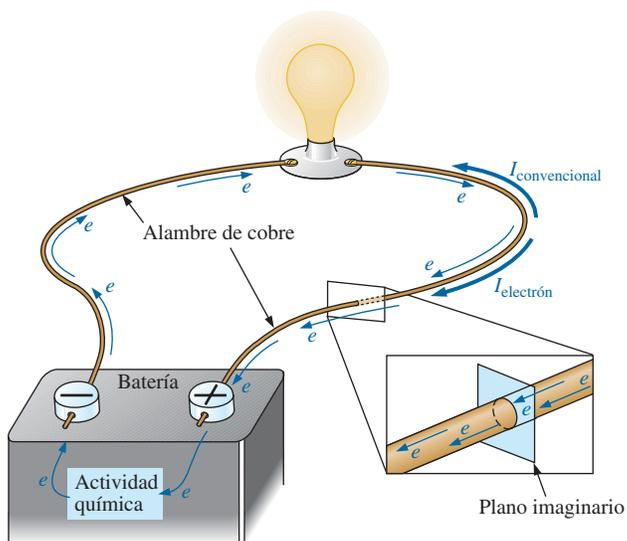

FIG. A2.9
Para llevar el proceso un paso más adelante, considere la configuración en la figura A2.9, donde se utilizó un alambre de cobre para conectar un foco a una batería para crear el más simple de los circuitos eléctricos. En el momento en que se hace la conexión final, los electrones libre de carga negativa se dirigen a la terminal positiva, mientras los iones positivos que se quedan atrás simplemente oscilan en una posición media fija. El flujo de carga (los electrones) que pasa a través del foco calienta el filamento de éste por fricción al punto que se calienta al rojo y emite la luz deseada.
*si  $6.242 \times 10^{18}$  electrones (1 coulomb) pasan a través del plano imaginario en la figura A2.9 en 1 segundo, se dice que el flujo de carga, o corriente, es de un ampere (A).*
**EJEMPLO A2.3** La carga que fluye a través de una superficie imaginaria en la figura A2.9 es de 0.16 C cada 64 ms. Determine la corriente en amperes.
**EJEMPLO A2.4** Determine cuánto tiempo se requerirá para que  $4 \times 10^{16}$  electrones pasen a través de la superficie imaginaria en la figura A2.9 si la corriente es de 5 mA.
Un segundo vistazo a la figura A2.9 revela que se indicaron dos direcciones de flujo de carga. Una se llama *flujo convencional*, y la otra se llama *flujo de electrones*. Este texto se ocupa sólo del flujo convencional por varias razones, a saber: es el más utilizado en instituciones educativas y en la industria, se emplea en el diseño de todos los símbolos de dispositivos electrónicos, y es la opción popular para todos los paquetes de software importantes. La controversia del flujo es el resultado de una suposición cuando se descubrió la electricidad, de que la carga positiva era la partícula en movimiento en conductores metálicos. Tenga la certeza de que la selección del flujo convencional no creará mayor dificultad ni confusión en los textos de estos anexos o en los capítulos del libro. Una vez establecida la dirección de  $I$  la controversia se termina y el análisis puede continuar sin confusiones.